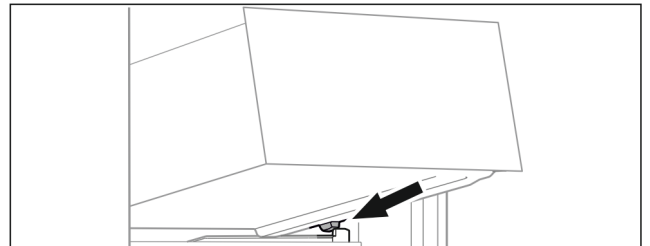

Fig. 82
- ▶ Applicare il cassetto inclinandolo dietro i fermi sulla nervatura del contenitore. (vedere Fig. 82)